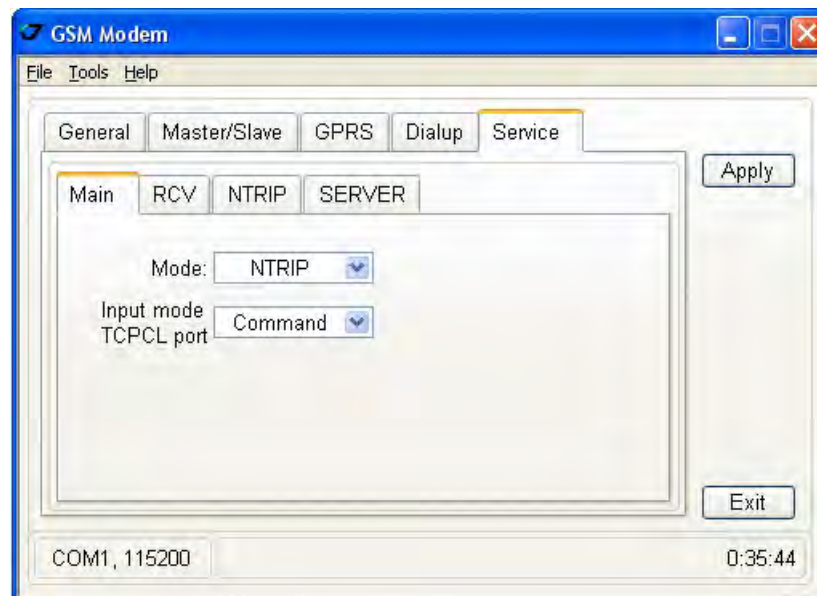

Рисунок 21. Закладка *Service*
3. В подзакладке *Main* закладки *Service* произведите следующие настройки (Табл. 13) и нажмите *Apply* (Рис. 21 на стр. 33).